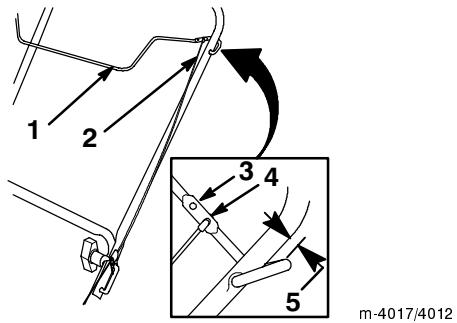

Figure 12
- Insérez l'extrémité supérieure du câble de commande dans le trou inférieur du support de la barre de commande (reportez-vous à l'encart de la Fig. 12).
- Vérifiez que l'écart entre la barre de commande et le mancheron est compris entre 1,6 et 3,2 mm (voir l'encart de la Fig. 12). Pour modifier l'écartement, reportez-vous à la section *Réglage du câble de commande* page 17.